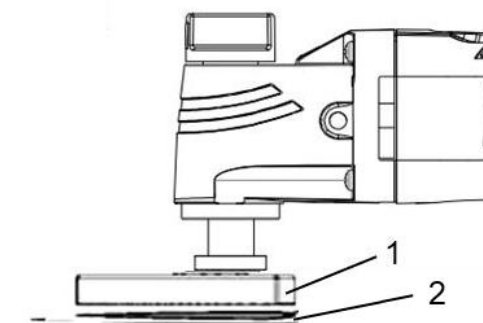

Рис. 2
• Установите шлифовальную подошву (1) на инструмент (рис. 2).